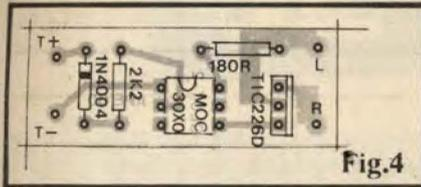

Fig.4
- FIG. 4 - "CHAPEADO" DA MONTAGEM - Terminada (e conferida...) a plaquinha, o montador pode passar à inserção e soldagem das peças, guiando-se pelo gabarito oferecido pelo "chapeado", em tamanho natural na figura... A face não cobreada da placa é vista com todas as peças posicionadas, devidamente identificadas pelos seus códigos, valores, polaridades, etc., como é norma nas descrições de montagens em APE... Muita atenção aos seguintes itens, referentes aos componentes **polarizados**, que **não podem** ser ligados invertidos (sob pena de não funcionamento do circuito, e até da "queima", pura e simples, de alguma peça...):